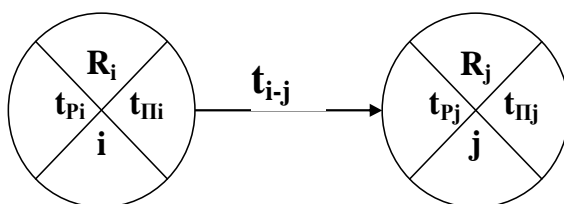

Рисунок 7.2 – Схема для расчета параметров событий и работ
Схема для расчета временных параметров событий и работ приведена на рис. 7.2.
Расчет ранних сроков наступления событий ведется от исходного к завершающему событию. Для исходного события ранний срок наступления (см. рис. 7.2):
Для всех остальных событий ранний срок наступления определяется следующим образом (см. рис. 7.2):
Поздние сроки наступления событий рассчитываются от завершающего к исходному событию. Для завершающего события (см. рис. 7.2):
Для всех остальных событий поздний срок наступления определяется следующим образом (см. рис. 7.2):
Резерв времени наступления события рассчитывается как разница между поздним и ранним сроками наступления события (см. рис. 7.2):
1. Ранний срок начала работы ($i-j$) ($t_{p,n}(i-j)$) между начальным событием i и конечным j равен раннему сроку осуществления i -го события (см. рис. 7.2):
2. Ранний срок окончания работы (i-j) ($t_{p.o}(i-j)$) между начальным событием i и конечным j равен раннему сроку осуществления (i) события плюс продолжительность работы между i и j событием (см. рис. 7.2):
3. Поздний срок начала работы (i-j) ($t_{п.н}(i-j)$) равен позднему сроку осуществления конечного события j минус продолжительность данной работы (см. рис. 7.2):
4. Поздний срок окончания работы (i-j) ($t_{п.о}(i-j)$) равен позднему сроку осуществления конечного события j (см. рис. 7.2):